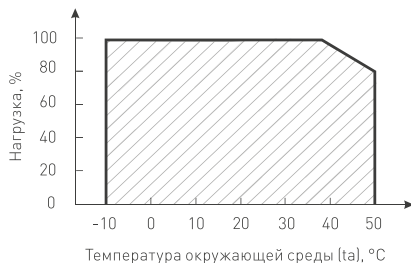

Рис. 2. Максимальная допустимая нагрузка, % от мощности источника.
- 4.3. Не нагружайте источник питания более 80% от его максимальной мощности. Учитывайте, что с повышением температуры окружающей среды максимальная мощность источника питания снижается, см. график зависимости на Рис. 2.